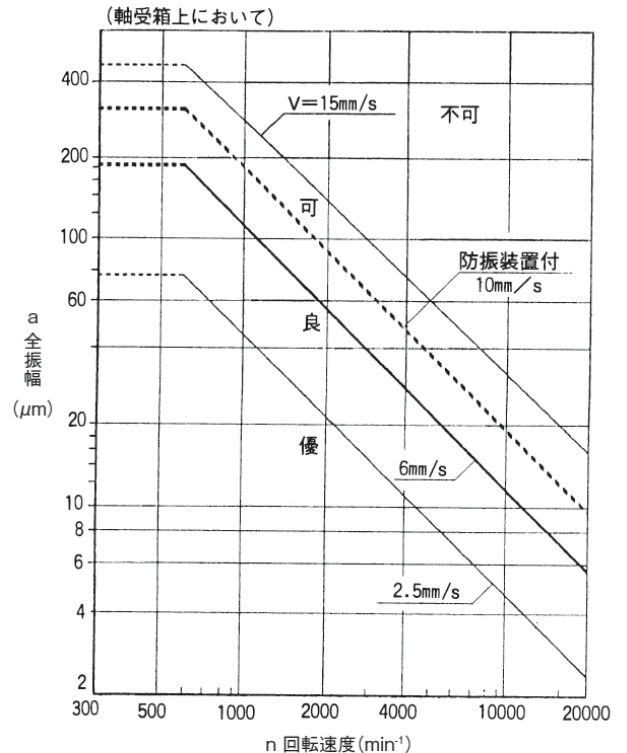

図 10 振動許容範囲
- (2) 振動が大きい場合は、配管の無理、吊りボルト、基礎ボルトの緩み、羽根車へのダストの付着、軸受の損傷などが原因と考えられますので、運転を停止して点検してください。振動の許容範囲は JIS B 8330 の可以内であれば、運転可能ですが、良以内であることが望ましいです(図 10 参照)。ただし、防振装置付の場合は、基礎に振動が伝達しない反面、送風機本体の振動がやや大きくなります。この場合は破線以内なら正常です。
- (3) 振動と同じく音響も運転状態を判定する重要な要素です。